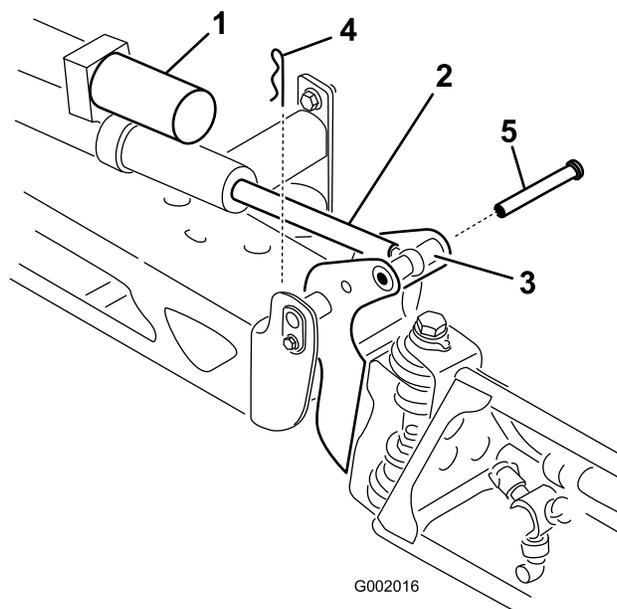

Figura 50
2. Retire o contrapino do pino de articulação (Figura 50).
3. Levante a rampa e retire o pino (Figura 50). Faça descer lentamente a rampa até ao limite.
6. Levante a rampa para alinhar a articulação com a barra do accionador. Enquanto segura na rampa, insira o pino através tanto da articulação da rampa como da barra do accionador (Figura 50).